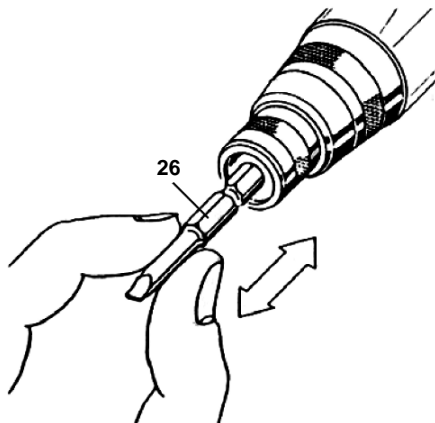

Abb. 14 Werkzeugwechsel GAA/GA
Das Werkzeug (26) bis auf Anschlag in den Innensechskant einstecken. Nach Gebrauch kann das Werkzeugeinfach herausgezogen werden, es wird lediglich durch eine Feder gehalten (siehe Abb. 14).